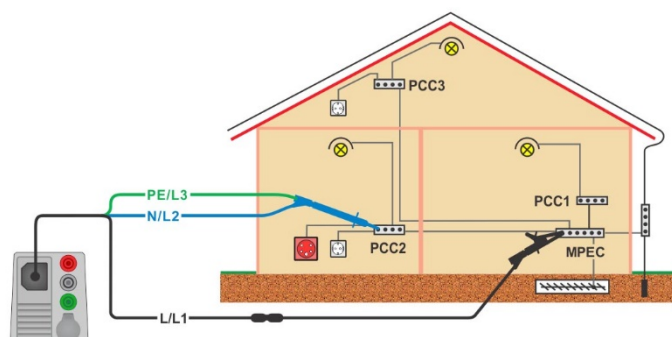

Abbildung 7.17 Anschluss der 3-Leiter-Prüfleitung und der optionalen 40 m Messleitung BENNING TA 5 (044039)
- › Schließen Sie die Prüfleitungen an, siehe **Abbildung 7.17**.